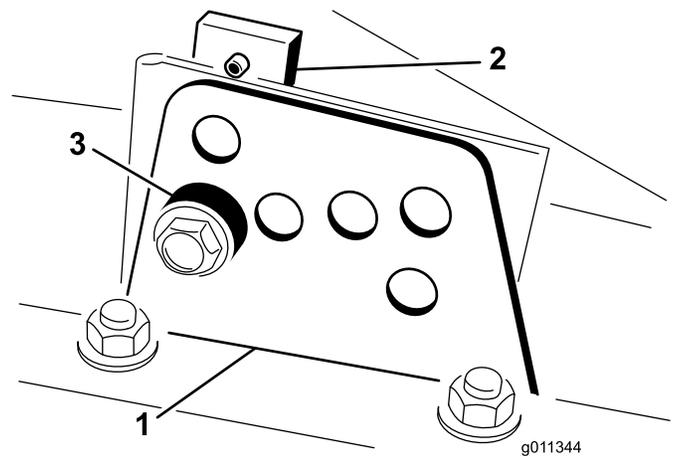

Bild 7
2. Lockern Sie die Schraube, mit denen die Schnitthöhenhalterungen an der Schnitthöhenplatte (vorne und an beiden Seiten) befestigt sind (Bild 7).